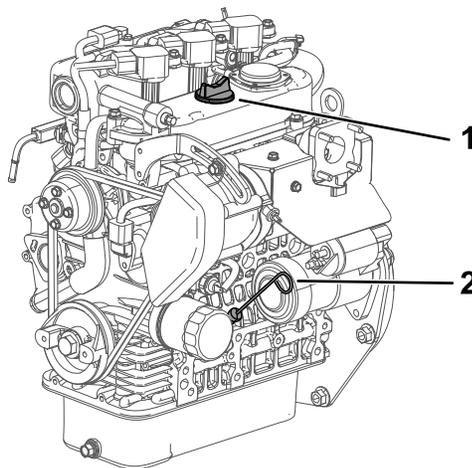

図 16
2. ディップスティックを抜ききれいなウェスで一度拭く 図 16。
3. ディップスティックを、チューブの根元までもう一度しっかりと差し込む 図 16。
4. ディップスティックをもう一度抜きとってオイルの量を点検する 図 16。
5. オイルの量が不足している場合は、補給口のキャップ 図 16 を取り、ディップスティックの FULL マークまで補給する。
6. ディップスティックをしっかりと差し込んで終了 **図 16**